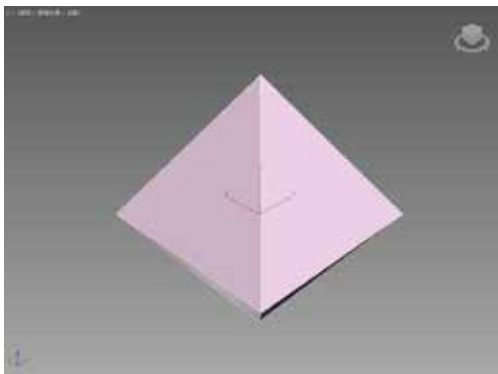

图 2-78 创建“异面体”
STEP 03 在任意视图中拖动鼠标设置异面体大小，设置完成后释放鼠标左键，即可创建异面体，如图 2-78 所示。